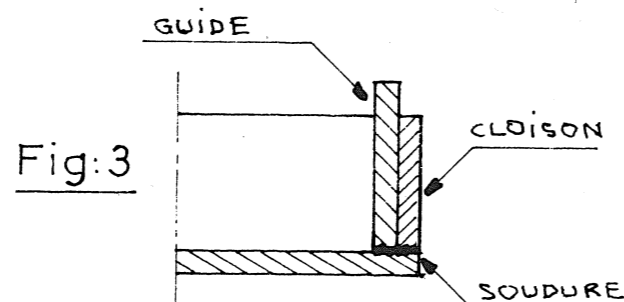

Fig:3
Fermer les bouts séparément et doubler les cloisons de la pièce (2) par une contre-plaque légèrement supérieur à la hauteur du cloisonnement (Fig. 3).